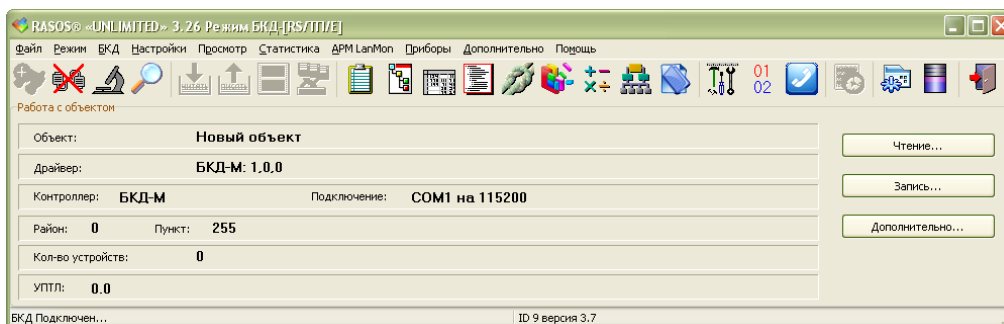

Рисунок 9 - Подключение к БКД-М
Выполнить подключение к блоку командой «БКД \ Подключение». Откроется окно, в котором будет указано «БКД-подключен» (рисунок 9).
2) Подключиться программой RASOS к блоку БКД-М (рисунок 9).
- 2) Подключиться программой RASOS к блоку БКД-М (рисунок 9).